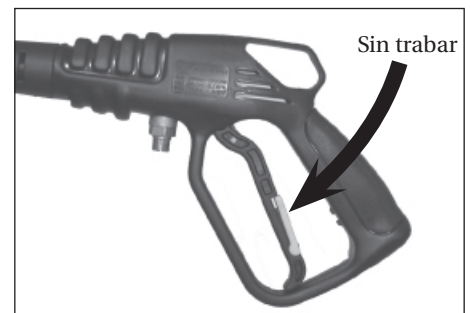

Figura 15 - Gatillo sin trabar
- Arranque el motor. Destrahe el seguro del gatillo de la pistola (Vea Figura 15). Agarre el cordón de arranque y coloque un pie en el chasis. Apunte la pistola en una dirección segura. Mientras oprime el gatillo de la pistola, tire del cordón de arranque rápida y firmemente (Vea Figura 16). Siga agarrando el cordón mientras lo devuelve. Repita estos pasos hasta que el motor arranque.